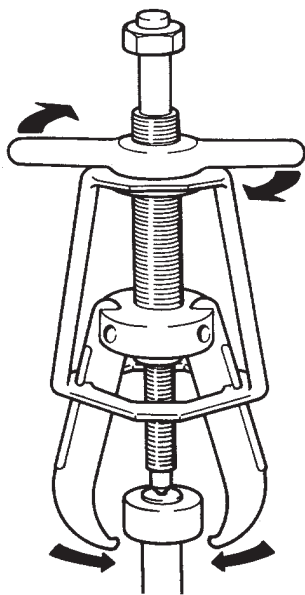

Figure 3
5. Tourner la poignée en T vers la droite pour serrer les mâchoires fermement sur la pièce. (Voir la figure 3.)
4. Placer l'extracteur sur la pièce à tirer. (Voir la figure 3.) Lorsque seule la bague de roulement intérieure reste sur l'arbre, nettoyer ce dernier à la toile émeri et engager les mâchoires dans la gorge des billes.